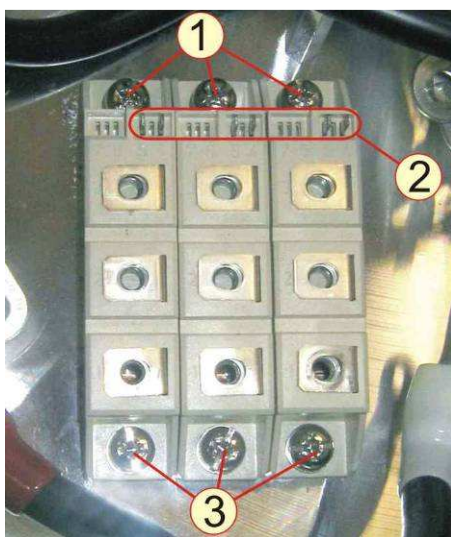

Рисунок 7.24
7.11.4 Вкрутить винты 1 и 3 (рисунок 7.24) для предварительного крепления модуля.